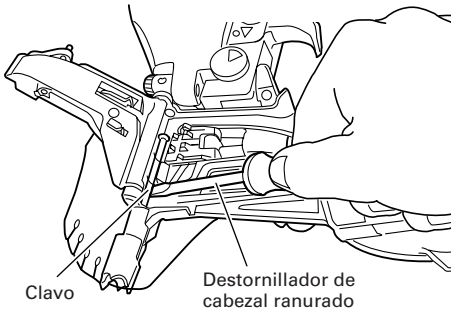

Fig. 15
- (2) Extraiga el clavo atascado con un destornillador de cabezal ranurado. (Fig. 15)